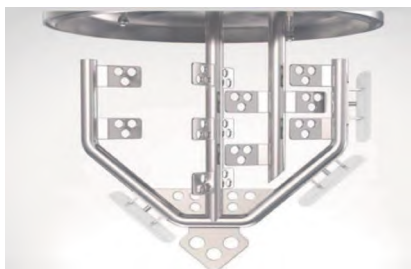

图5 搅拌桨结构示意图
上述 (4) 问题的解决阐述如下：如图 5 所示，对搅拌桨的结构进行优化，避免复杂的双向对转式刮壁搅拌桨，简化后的桨叶液面以下部分无缝隙，能够正反两个方向旋转，避免了清洗时的背阴面，这大大降低了清洗的难度。